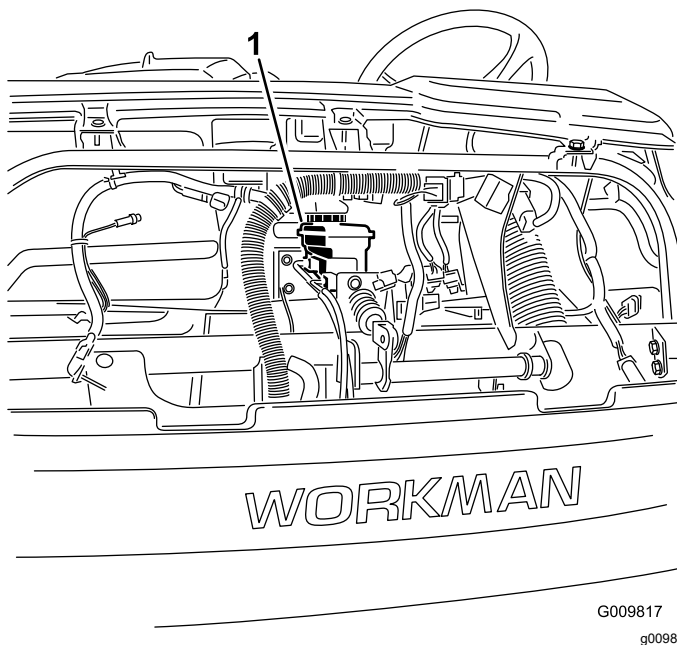

Figure 56
4. Soulevez le capot pour accéder au maître-cylindre de frein et au réservoir (Figure 56).